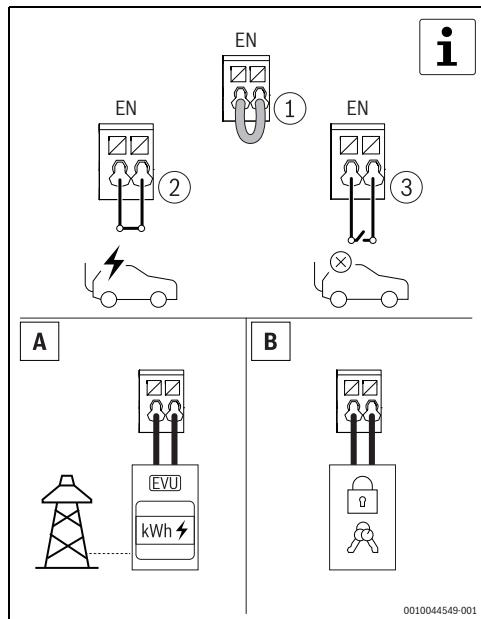

Fig. 287 Ingresso digitale opzionale
- Sbloccare la Power Charge 7000i con la scheda RFID, l'app o tramite un dispositivo di blocco esterno. Questo passo è facoltativo (→ Fig. 287 e 6.1.5, pagina 275).